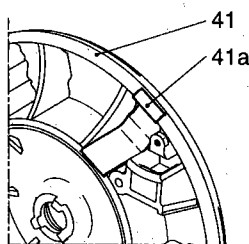

Fig. 2
Modelo D (variante x-A-xxxx): Colocar el muelle de conexión a tierra, pos. 41a, de modo que se acople con el soporte del motor, pos. 41, ver fig. 2.